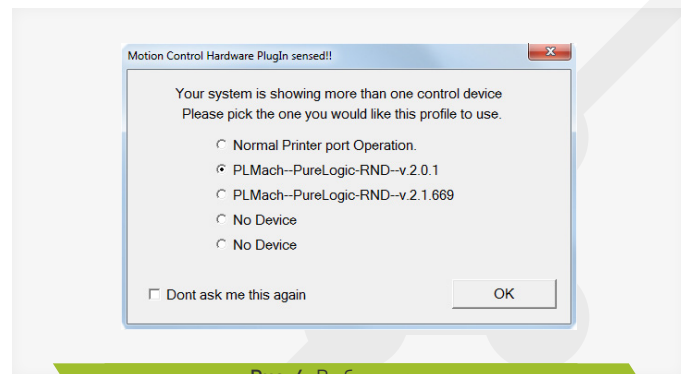

Рис. 4. Выбор плагина
3. После установки плагинов при запуске MACH3 выберите соответствующий плагин в окне, представленном на рис. 4.